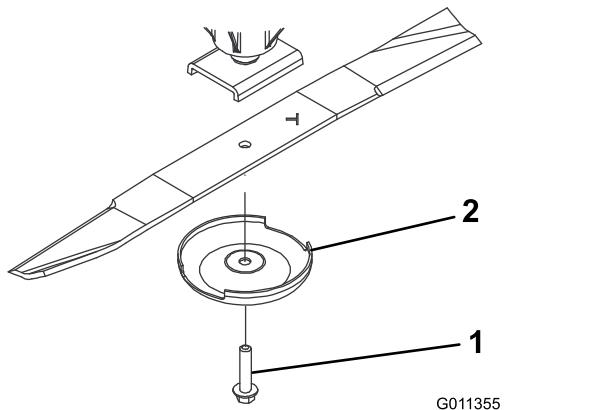

Figura 76
3. Togliete il bullone, la coppa antistrappo e la lama dall'asse del mandrino (Figura 76).